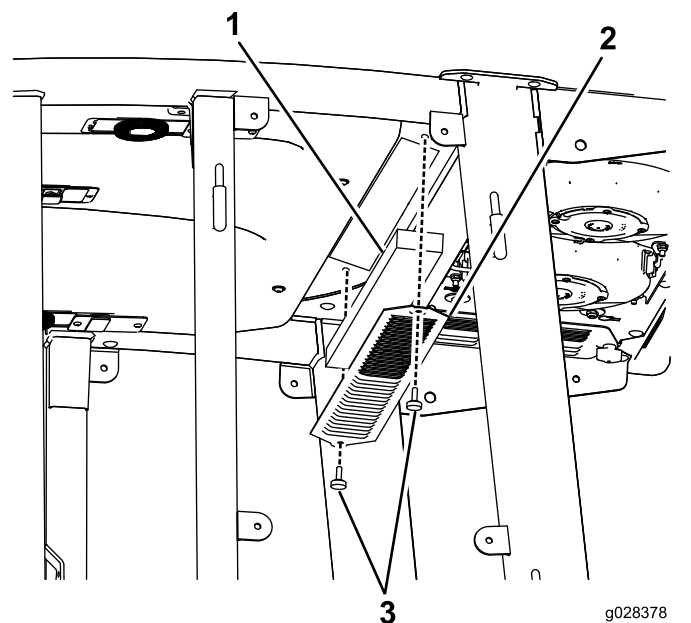

Bild 125
3. Nehmen Sie die 22 Schrauben ab, mit denen das Dach befestigt ist, um das Kabinendach von der Kabine abzunehmen (Bild 125).
4. Entfernen Sie die Luftfilter (Bild 125).
5. Entfernen und reinigen Sie die Klimaanlage-schlangen (Bild 125).